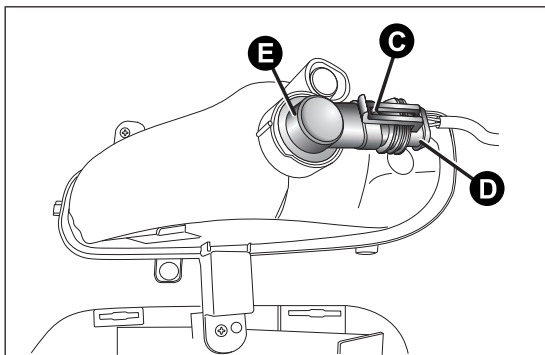

fig. 120
- agire sulla molletta C fig. 120 e scollegare il connettore elettrico D;